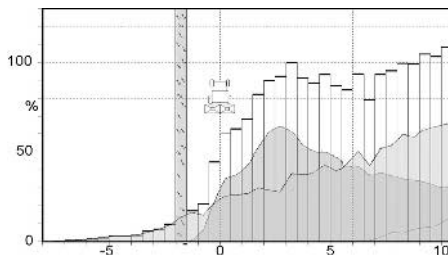
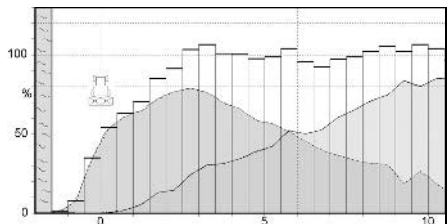

Fig. 13
Fig. 14
- stavljaju stalne tragove u razmacima od 10 tj. 12 m (Fig. 13 i i Fig. 14).
Kod OM 10-16 iznosi domet ca. 36 m (uporedi. Fig. 14). Na taj način nastaju kod 15 i 16 m velika područja preklapanja, koja su korisna za ravnomerno rasipanje đubriva. Kod 10 i 12 m širine radnog zahvata može taj veliki domet da bude loš, posebno pri korišćenju usmerivača za granično rasipanje.
Tako je npr. granično rasipanje (sa usmerivačem za granično rasipanje) na 1,5 m razmaka kod 16 m stalnih tragova dobro, pošto se đubrivo ne baca preko granice polja. Ali, ako se vozi sa istim položajem lopatica (kod nekih vrsta đubriva, npr. KAS, je moguće sa istim položajem lopatica postići optimalnu i poprečnu raspodelu kod 10-16 m širine radnog zahvata) na 12 m ili na 10 m razmaka stalnih tragova, onda bacaju OM 10-16 pri povratku značajne količine đubriva (ca. 4,5 tj. 6,5 m široke) izvan granice (videti Fig. 13).
Pošto po propisu o djubrenju nije dozvoljeno djubrenje izvan granice polja, moguće je pridržavanje propisa za gore navedene slučajeve korišćenja samo korišćenjem OM 10-12 (vidi Fig. 13).